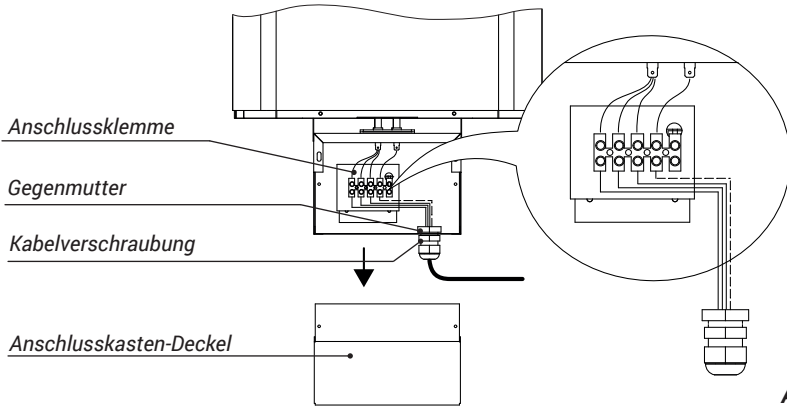

Abb. 5
- Elektrischer Anschluss gemäß Abb. 5 und Anschlussbeispiel.